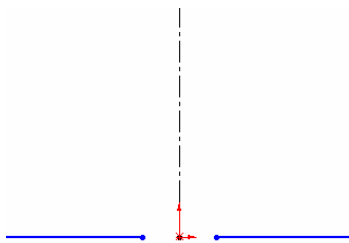

图 9-124 剪裁草图
⑤ 剪裁草图。单击“草图”工具栏中的“剪裁实体”图标, 对竖直直线和矩形进行剪裁, 最后使矩形具有 0.1mm 宽的缺口, 如图 9-124 所示。然后单击“退出草图”图标.